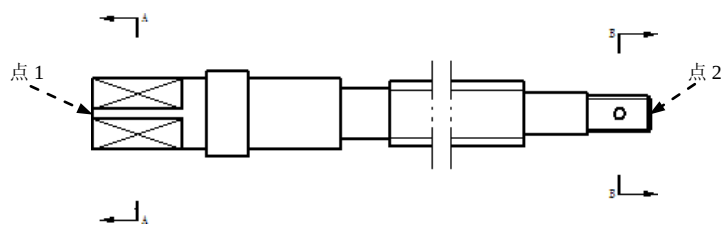
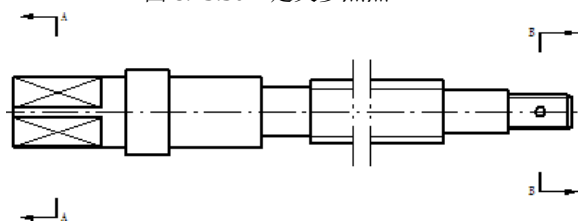

图 8.13.30 定义参照点
图 8.13.31 创建中心线
Step2. 标注主视图的中心线。在“中心线”命令条“放置选项”下拉列表中选择 **用 2 点** 选项，然后选择图 8.13.30 所示的两中点，结果如图 8.13.31 所示。